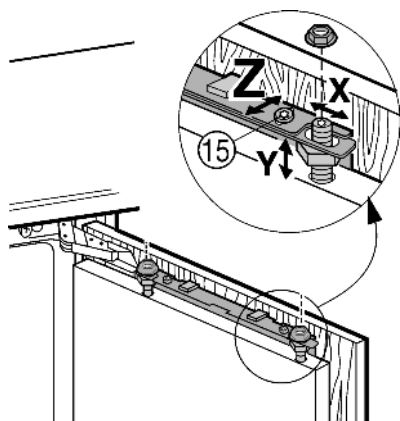

Fig. 18
- Régler le jeu de la porte du placard en profondeur Z: dévisser les vis Fig. 18 (15) du haut et les vis Fig. 19 (24) du bas, puis déplacer la porte.